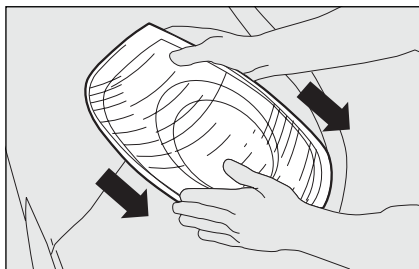

fig. 28
- trek de unit met beide handen in de richting van de pijl **fig. 28**;